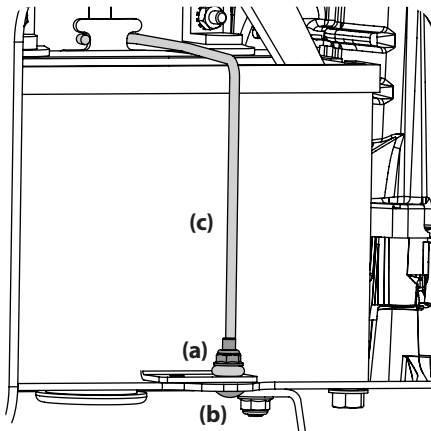

Figura 11
1. Quite la tuerca de seguridad con brida (a) y el perno de carro (b) que sostienen el soporte de sujeción de la batería (c) en su lugar. Consulte la Figura 11.